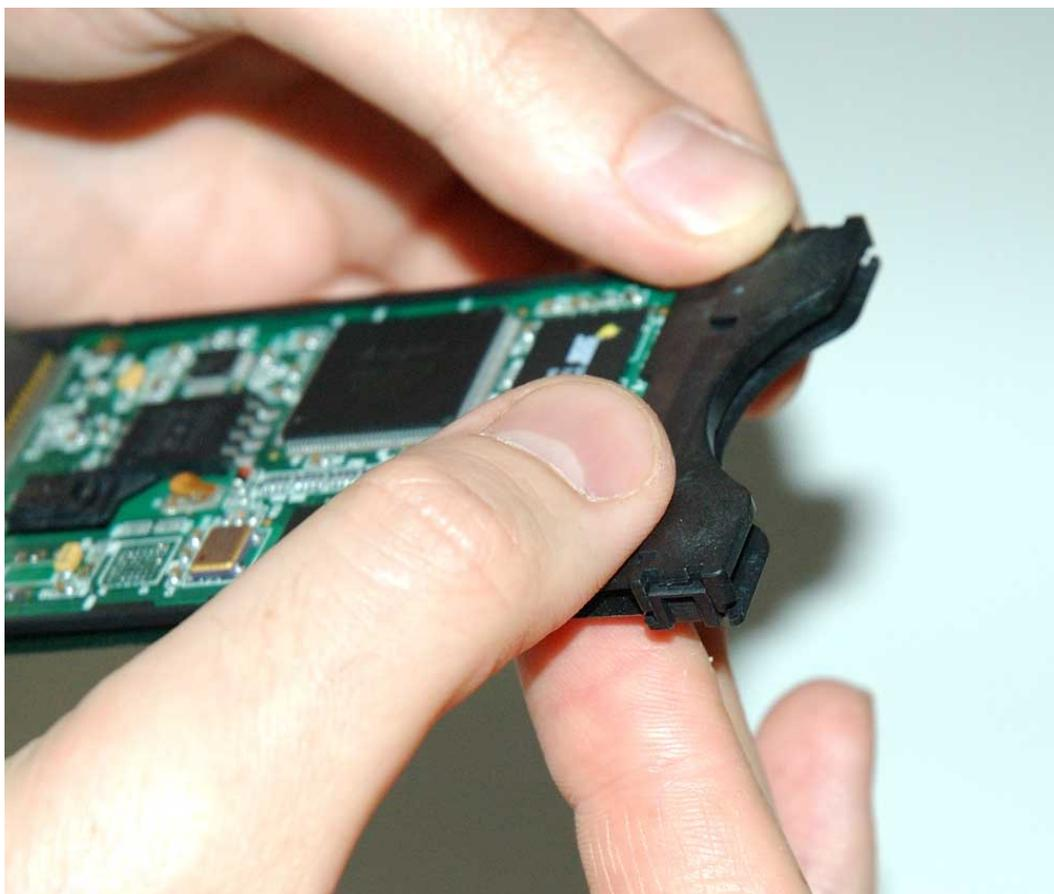

Fig. 37
- Coloque a placa da Cam com a frame de plástico no ponto do elemento de metal como mostrado (Fig. 37):